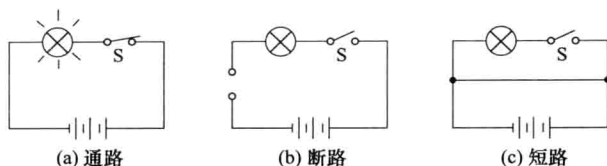

图 1-5 电路的三种情况
① 通路，也叫闭合回路。如图 1-5（a）所示，当开关 S 闭合后，电路中电流从蓄电池正极流出，经过开关 S，然后流经灯泡灯丝，最后回到蓄电池负极。像这样连接不中断、电流可以流动的电路叫闭合回路。只有闭合电路，才有电流流通。
② 断路，也叫开路。如图 1-5（b）所示，当开关 S 闭合后，电路中电流仍无法通过，灯泡无法获得电能而停止工作（即灯泡不亮）。
③ 短路。电路里的电流不经过负载而直接从电源的一端，经过一根导线流到另一端。此时电流比正常工作时大许多倍，如图 1-5（c）所示。此时即使开关 S 闭合，灯泡也不能正常发光，而且会导致烧线引起火灾，同时也会引起蓄电池过放电。